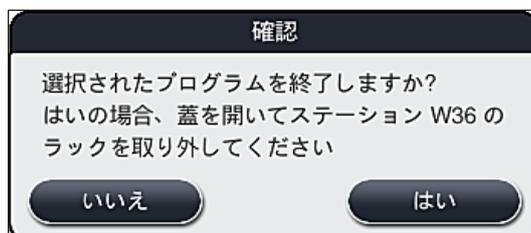

図 91
5. 続けて表示される情報メッセージ (→「図 91」) に対し、「はい」ボタンを選択して、プログラムの中止を確定します。「いいえ」を選択すると、プロセスステータス表示に戻ります。
表示されるメッセージ (→「図 91」) をよく読み、必ず指示にしたがってください。